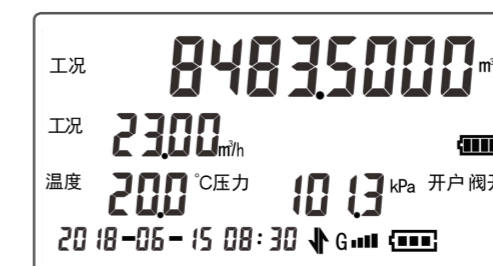

图 10
h. 开户后，第三屏界面如图 10 所示，分别显示工况总量、工况流量、温度、压力、时间以及电池等信息。当开户后“开户”显示。